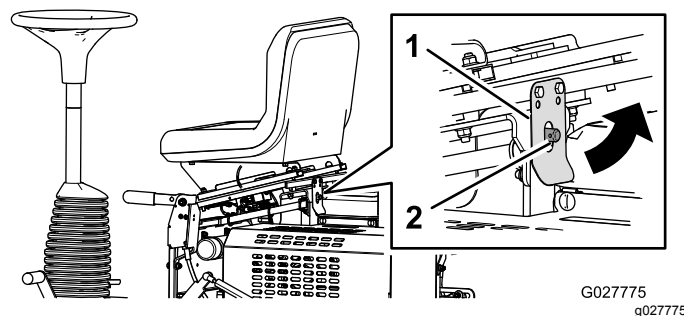

Figura 20
2. Tirate indietro il dispositivo di chiusura del sedile e inclinate il sedile in avanti (**Figura 20**).